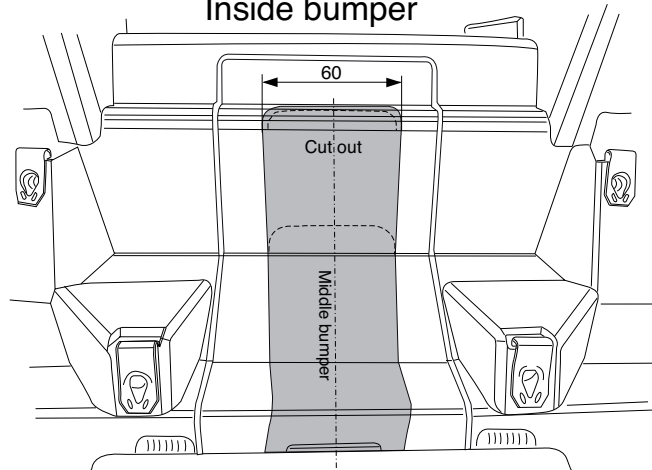

Fig.3
8. Выпилить часть из бампера в середине снизу, как указано на рис. 3/3а.